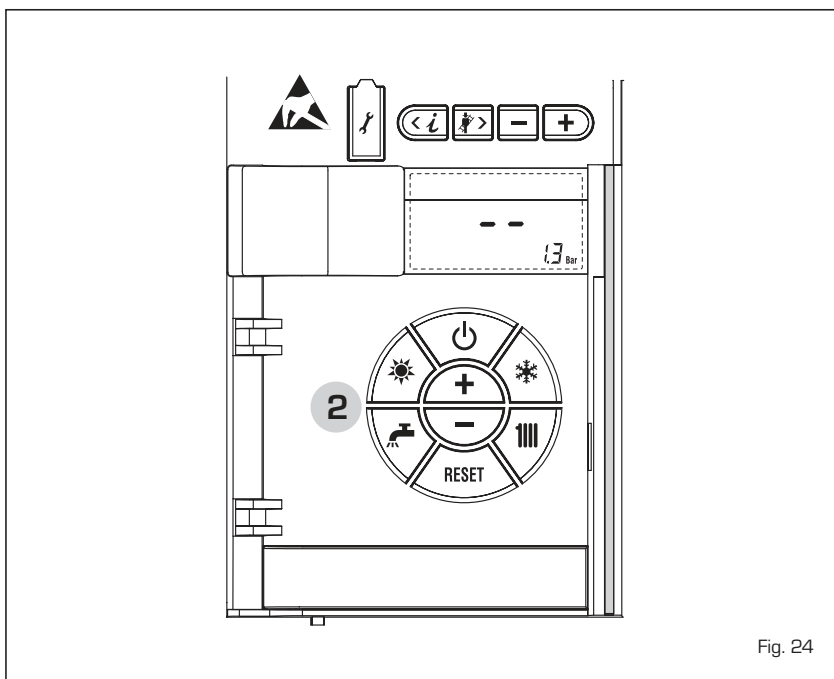

Fig. 24
### ENCENDIDO MODULO INDIVIDUAL (fig. 24)
**APAGADO MODULO INDIVIDUAL (fig. 24)**
En caso de breves ausencias, pulsar la tecla del panel de mandos [pos. 2]. El display se presenta como indica la fig. 24.